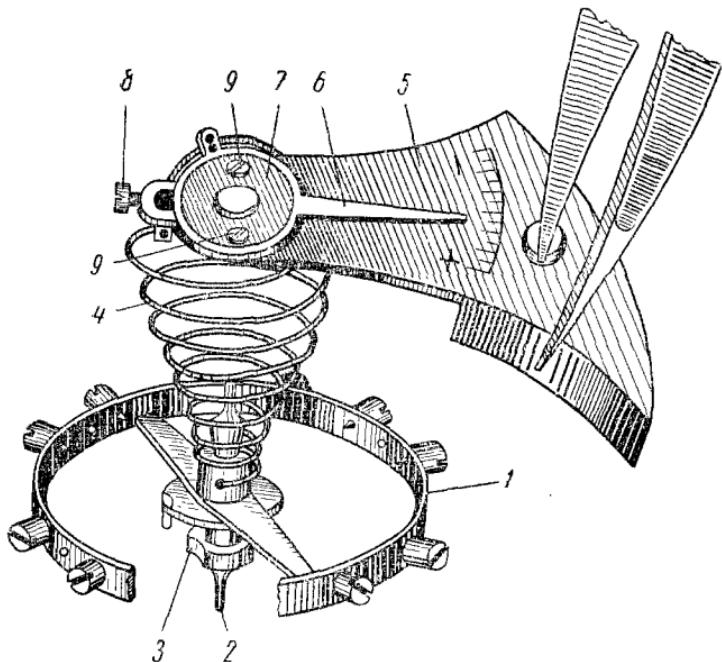

Рис. 70. Мост баланса с узлом колебательной системы:
После этого отсоединяют баланс с волоском от моста (рис. 70). Мост баланса держат большим и указательным пальцами левой руки или пинцетом так, чтобы баланс был в висячем положении на волоске; отвертывают на два-три оборота винт 8 на мосту; на верхней стороне моста нажимают пинцетом на колонку волоска так, чтобы колонка с волоском и балансом
После этого разбирают мост баланса (см. рис. 70). На нижней стороне моста 5 отвертывают два винта 9, снимают регулятор 6 и накладку 7. Винты 9 завертывают на места, чтобы не затерять при чистке. Мост 5 баланса, градусник 6 и накладку 7 кладут на разборную карту на клетку *г*.
*Сборка четвертого узла (колебательная система) (см. рис. 70).* Сюда входят: баланс 1, мост баланса 5, регулятор 6 (градусник), волосок 4 и верхняя накладка 7.
Регулируют часы при помощи регулятора, который установлен на мосту баланса. На мосту баланса (см. рис. 70) нанесены знаки + (плюс), — (минус) и деления в виде ∴. Плюс означает ускорить ход часов, минус — замедлить ход часов. Деления показывают, на сколько ускорить или замедлить ход часов.